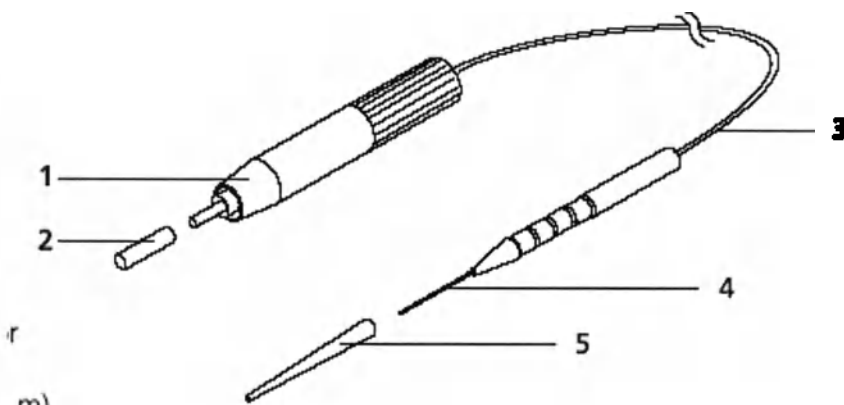

Рис.39 Эндозонд
Любой эндозонд поставляется в стерильной упаковке. Зонд состоит из частей, представленных на рис.39.
- Снимите защитный колпачок (2, рис.39) с адаптера световода.
- Ввинтите соединитель SMA (1, рис.39) в соединитель для световода на консоли (6, рис.11).